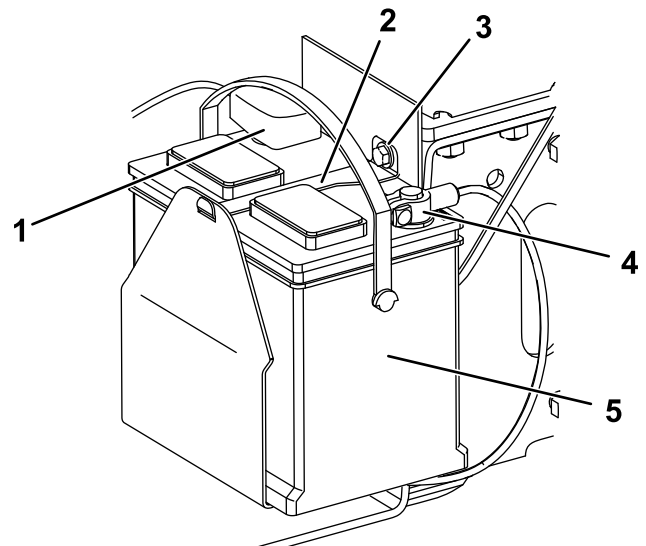

Figura 38
1. Perno (3)
5. Retire el perno, la arandela y la barra que sujetan la batería (Figura 38).
6. Desconecte el cable negativo de tierra (negro) del borne de la batería (Figura 38). Guarde las fijaciones.
- Desconecte el cable positivo (rojo) del borne de la batería (Figura 38). Guarde las fijaciones.
- Usando las fijaciones que retiró anteriormente, conecte el cable positivo (rojo) al borne positivo (+) de la batería (Figura 38).
- Usando las fijaciones que retiró anteriormente, conecte el cable negativo (negro) al borne negativo (-) de la batería (Figura 38).
- Sujete la batería con la barra, el perno y la arandela (Figura 38).